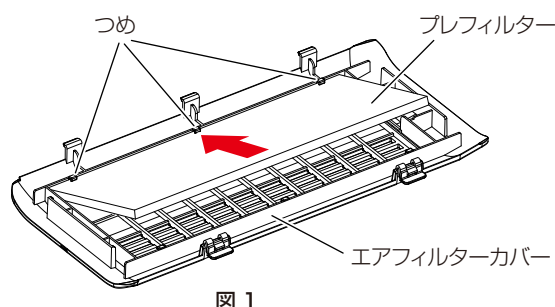
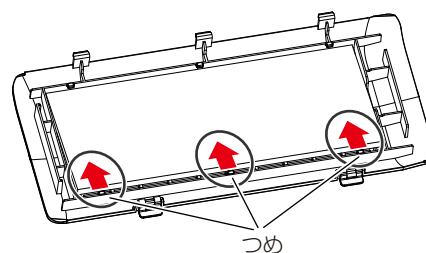

図 1
図 2
- エアフィルターカバーの片側のつめ (3 か所) にプレフィルターをはめ込み (図 1)、反対側を矢印の方向に 1 か所ずつゆっくり押し込んでください (図 2)。押し込む際には、プレフィルターのつめへの取り付け部分に破損や変形が発生しないようご注意ください。